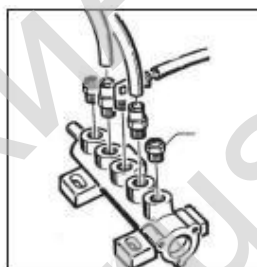

Рисунок 18
- Чтобы заменить или прочистить глушитель открытия/закрытия зажимов проделайте следующие действия (Рис.18):